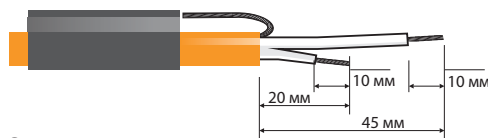

Рисунок 4
4.5. Разделить концы нагревательного кабеля согласно рис. 4.